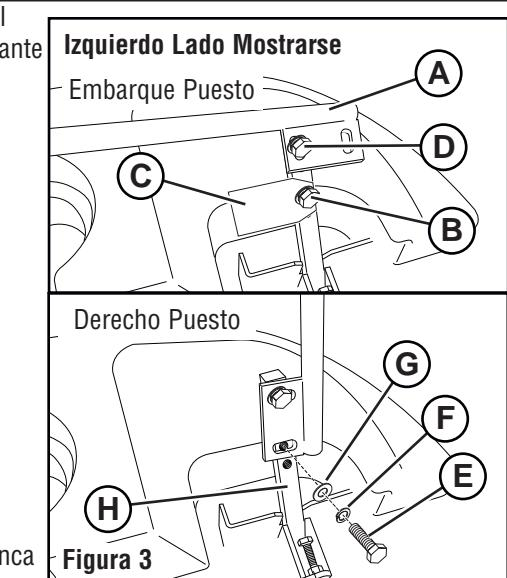

Figura 3
- Colocación de las palancas de control de aceleración/dirección:** Las palancas de control de aceleración/dirección (A, Figura 3) se deben mover a la posición vertical antes de intentar operar la máquina.
- Retire las piezas metálicas de montaje de la parte inferior (B). Deseche la etiqueta de la manila (C).
- Suelte las piezas metálicas de montaje de la parte superior (D).
- Coloque las palancas de control de aceleración/dirección en posición vertical. Consulte la Figura 3.
- Instale de manera holgada el perno de 5/16-18 X 1 pulg. (E), la arandela de seguridad de 5/16 de pulg. (F) y la arandela plana de 5/16 de pulg. (G) a través de la palanca de control de aceleración/dirección en la base de la palanca de control (H) como se muestra en la Figura 3.
- Presione el extremo del cableado preformado del interruptor del asiento en el interruptor del asiento (D, Figura 3) hasta que el extremo del cableado preformado se encaje en la traba del interruptor del asiento.